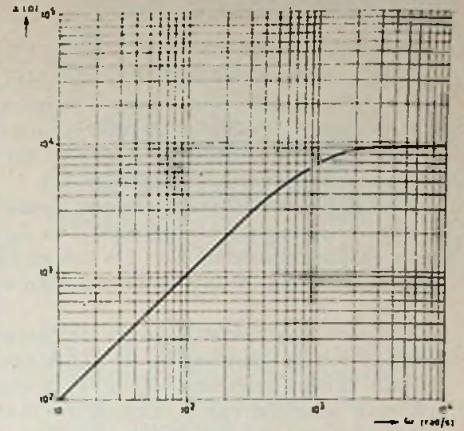

Fig. 9.
e. Bij hoge frequenties nadert de modulus van de overdrachtsverhouding tot een constante waarde. Bij lage frequenties nadert deze tot een waarde die evenredig is met de frequentie. Verder gebruik makend van het feit, dat de overdrachtsverhouding bij $\omega = 1000 \text{ rad/s}$ bekend is, kan men $|\bar{U}/\bar{I}|$ schetsen als functie van ω . De desbetreffende kromme toont fig. 9.